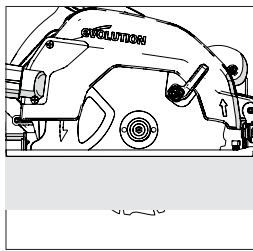

Fig. 12
- Dans la plupart des cas, la profondeur de coupe doit être réglée sur la valeur correspondant à l'épaisseur du matériau à découper, plus l'épaisseur de la moitié d'une dent de scie (du bout de la dent jusqu'à sa racine). (**Fig.12**)
(13) RÉGLAGE DE L'ANGLE DE COUPE (BISEAU)